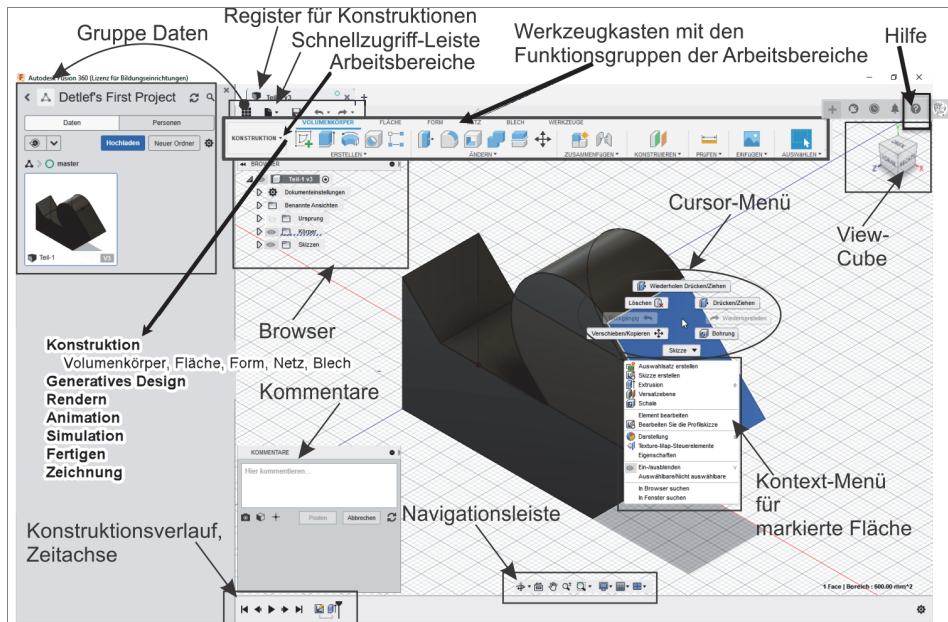

Abb. 1.5: Benutzeroberfläche von Fusion 360
Nach erfolgreicher Installation finden Sie das Icon für FUSION 360 unter Windows auf dem Desktop. Das Programm läuft standardmäßig mit Internet-Verbindung. Deshalb dauert es etwas länger als ein normaler Programmstart. Nach dem Doppelklick auf das Icon erscheinen dann noch zwei Vorlauf-Bilder (Abbildung 1.2), ehe sich die Benutzeroberfläche zeigt (Abbildung 1.5).
Die wichtigsten Bereiche der Benutzeroberfläche zeigt Abbildung 1.5. In diesem Beispiel wurde eine ziemlich willkürliche Konstruktion erstellt, die dann als fertige Konstruktion in der Gruppe DATEN angezeigt wird und dort durch einen Doppelklick zur Weiterbearbeitung geöffnet wurde. Die geometrische Form der Konstruktion hat keine besondere Bedeutung. Eine kleine 3D-Konstruktion ist hier nur nötig, um möglichst viele Elemente der Bedienoberfläche vorzustellen.
- ANSICHT – Hiermit konfigurieren Sie die Benutzeroberfläche, indem Sie folgende Elemente ein- oder ausschalten (Abbildung 1.5):